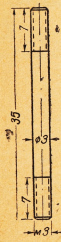

Рис. 10
2) Остальные детали. Осталось в задней крышке просверлить отверстие для патрубка, притереть внутреннюю плоскость (притирка—см. ниже). Из 3-миллиметровой стальной проволоки сделайте шпильки (рис. 10). Гайки и шайбы можно